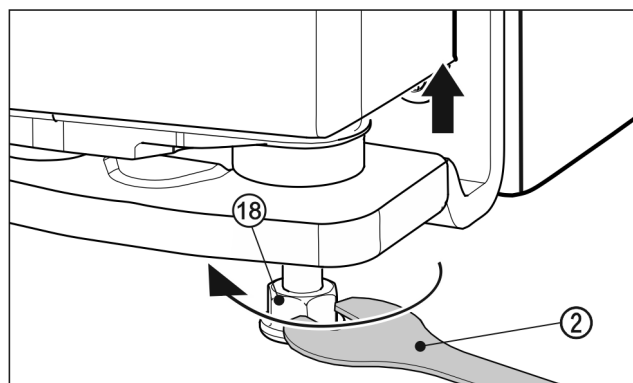

Fig. 27
- Zum Anheben der Tür den Stellfuß Fig. 27 (18) mit dem beiliegenden Gabelschlüssel Fig. 27 (2) rechts herum bis Kontakt auf Fußboden herausdrehen. Dann weiter drehen bis die Tür in der Höhe verstellt ist. Im Auslieferungszustand ist der Lagerbolzen ganz eingedreht.